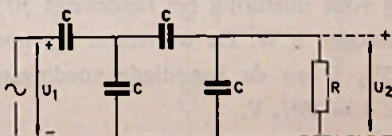

Fig.5
3. In fig. 5 hebben alle getekende capaciteiten een waarde van $1 \mu\text{F}$.